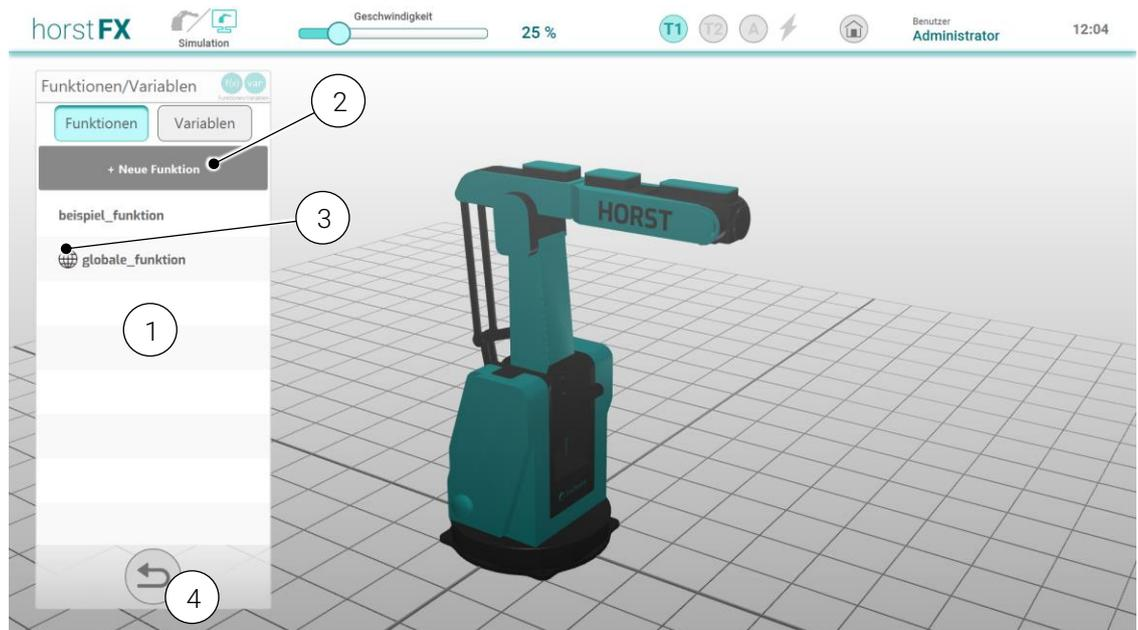

Abb. 6-66: Funktions-Auflistung
Durch Antippen des Buttons **Funktionen/Variablen** (1) in der Programmiersicht wird der Programmbaum durch eine Auflistung aller bestehenden Funktionen ersetzt (s. Abb. 6-66).